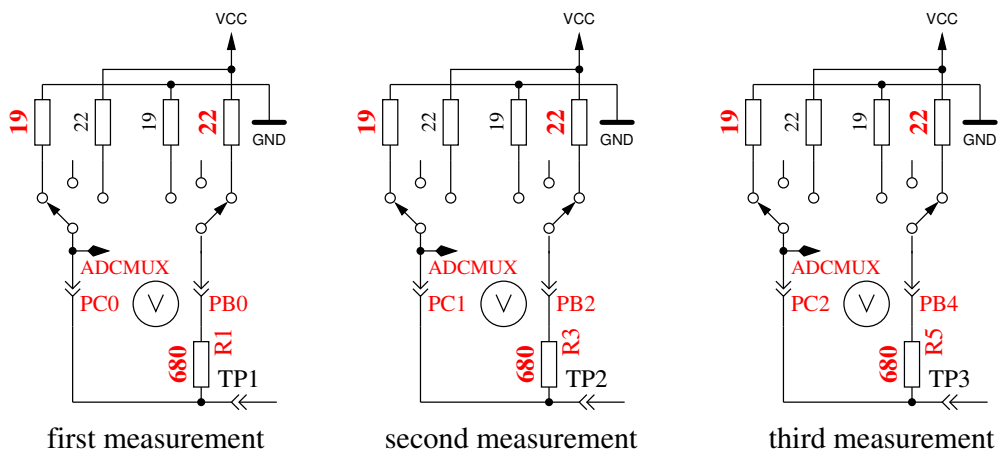

Abbildung 5.40: Messung des Innenwiderstandes von auf GND geschalteten Port C Ausgängen.
- Dieser Schritt testet die **Fähigkeit von mit GND (-) verbundenen 470kΩ Widerständen (H) die Testpins auf GND zu ziehen**. Zeile 1 zeigt den Text „RH-“. Zeile 2 sollte für alle drei Pinne Null mV anzeigen.
- Dieser Schritt testet die **Fähigkeit von mit VCC (+) verbundenen 470kΩ Widerständen (H) die Testpins auf VCC zu ziehen**. Zeile 1 zeigt den Text „RH+“. Der bestmögliche mV Wert für die drei Messungen wäre 0 in Zeile 2, da die Diffenz zu VCC dargestellt wird. Große Abweichungen vom Idealwert für Schritt 5 und 6 sind Fehler wie Isolations Problem, Flußmittelreste oder beschädigter Port.
- Messung des Innenwiderstandes eines auf GND geschalteten Ausgangs.** Dieser und die folgenden Schritte werden nur bei gewählter AUTO.CAL Option durchgeführt. Die internen Port C Widerstände von auf GND (-) geschalteten Ausgängen werden mit dem Strom der nach VCC (+) geschalteten 680Ω Widerstände gemessen, siehe Abbildung 5.40. Es werden nur die drei Pinne des ADC Ports vermessen, die Widerstands-Ports PB0, PB2 und PB4 können nicht ohne Veränderung der Hardware gemessen werden. Es wird angenommen, daß die Port Widerstände von unterschiedlichen Ports nahezu identisch sind. Der Widerstandswert wird im nächsten Schritt mit ausgegeben.